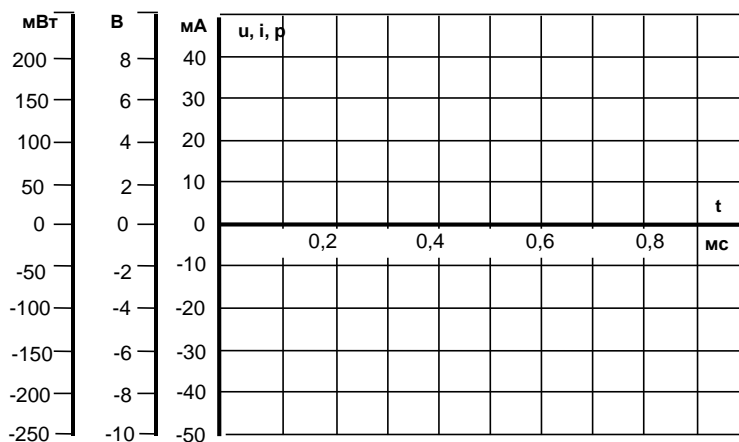

Рисунок 6.11. График результатов измерений
- Перенесите данные табл. 6.4 на график (рис. 6.11).